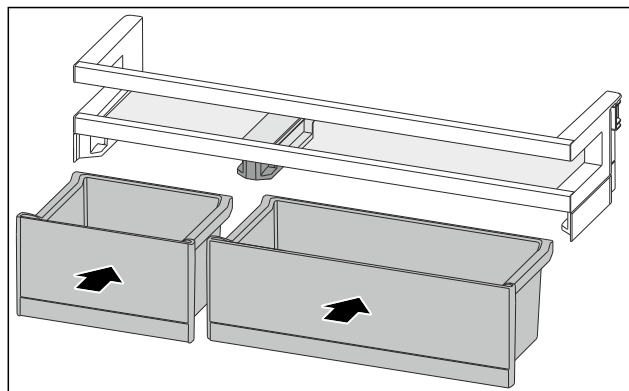

Fig. 191
- Helyezze be a VarioBoxokat a megcserélt sorrendben. (lásd Fig. 191)